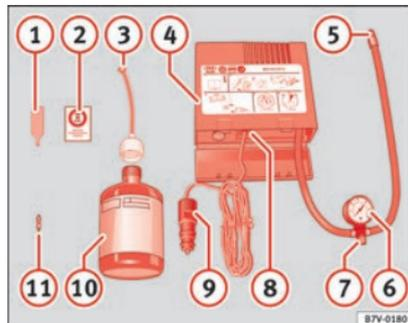

Fig. 86 Représentation standard : contenu du kit antirevaillon.
Le kit antirevaillon se trouve dans le coffre à bagages, sous le revêtement de plancher. Il inclut les composants suivants »» fig. 86 :
Revissez le tuyau de gonflage » fig. 86 ⑤ et vérifiez la pression du manomètre ⑥.